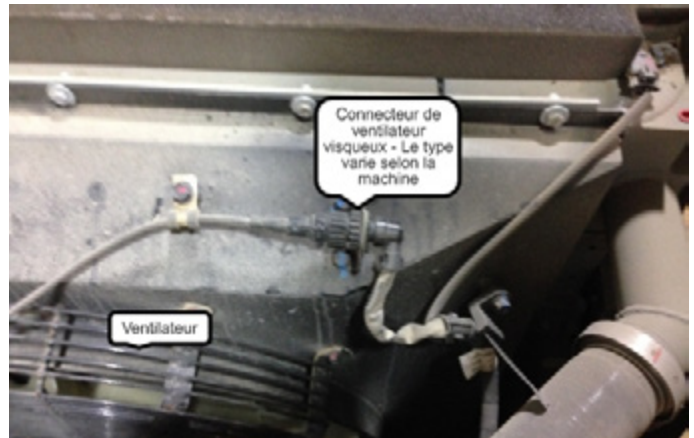

Figure 2
1. Connectez le simulateur. Figure 2.